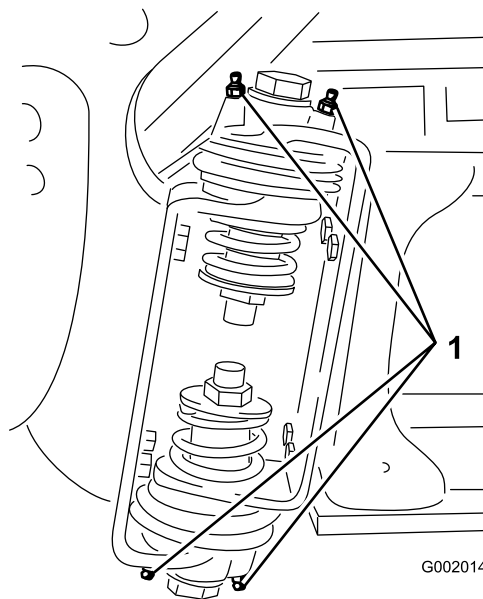

Figura 23
2. Introduza massa lubrificante no rolamento ou casquilho de cada encaixe Figura 23.